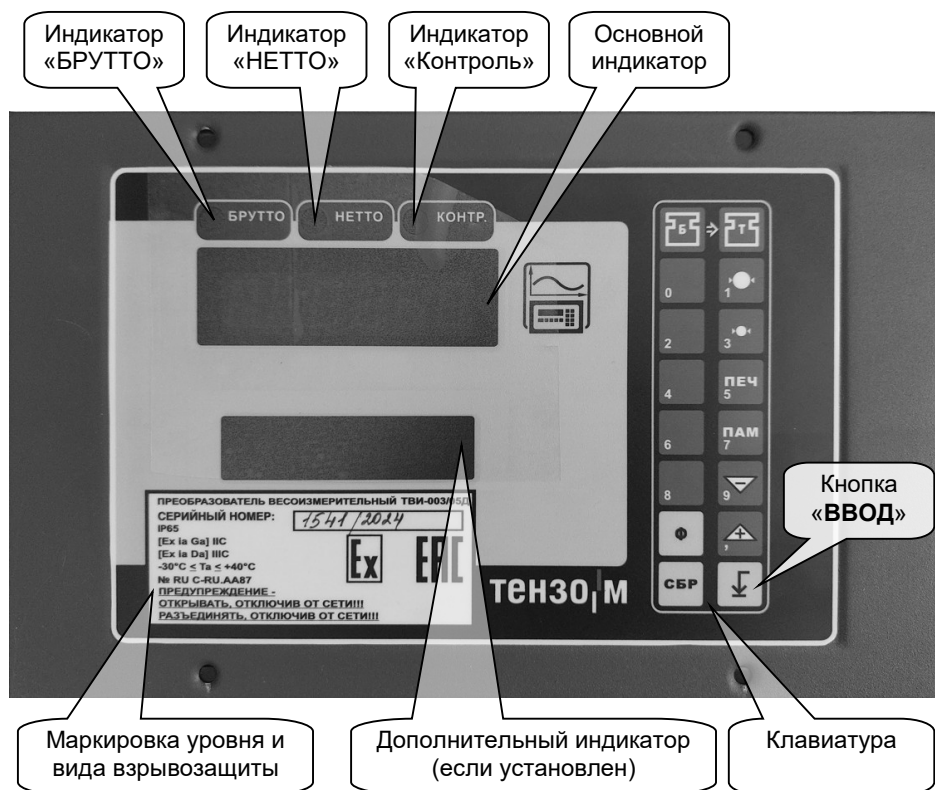

Рис. 8.1. Внешний вид Преобразователя спереди.
На Рис. 8.1 изображён внешний вид Преобразователя спереди.
11.2. После включения Преобразователь выполнит самотестирование, затем на индикатор (см. Рис. 8.1 на стр. 14) будет кратковременно выведено название версии программного обеспечения Преобразователя виде «10.40XX», где «XX» — порядковый номер программного обеспечения.
13.2. Сверху от основного индикатора Преобразователя находятся вспомогательные индикаторы «Брутто», «Нетто» и «Контр», см. Рис. 8.1 на стр. 14.
13.3. Если показания веса нестабильны, загорается индикатор «Контроль», см. Рис. 8.1 на стр. 14.
14.2. Если показания веса нестабильны, загорается индикатор «Контроль», см. Рис. 8.1 на стр. 14.